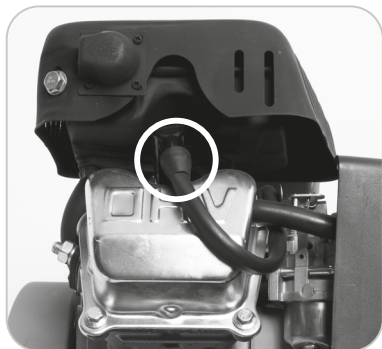

Fig. 15
- Usando una chiave per candele (in dotazione), rimuovere la candela. **(Fig. 15)**